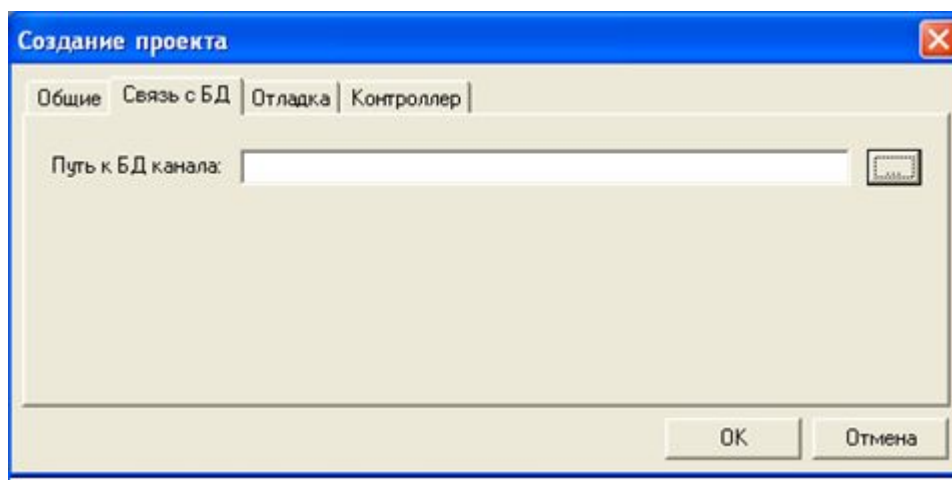

Рисунок 2.2 – Окно «Создание проекта». Закладка «Связь с БД»
- 4 На вкладке «Связь с БД» (рисунок 2.2) ввести путь к БД (поле «Путь к БД канала») – путь к каталогу, в котором расположена БД контроллера.